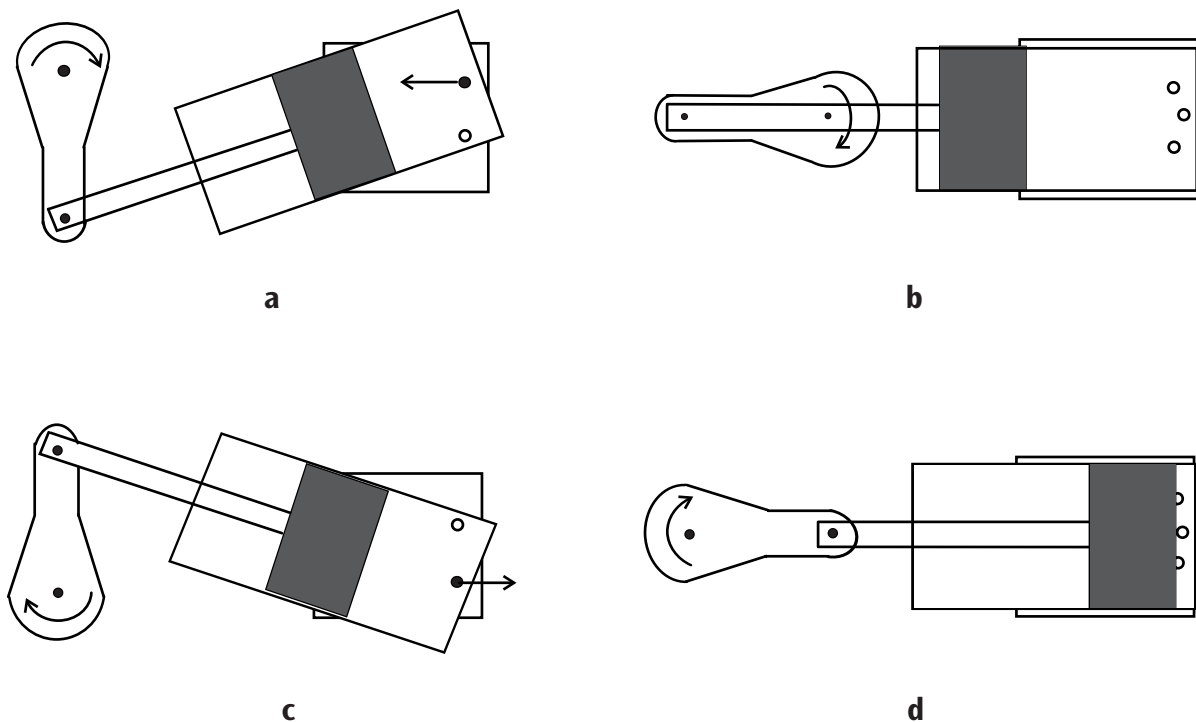

Fig.1: Ciclo de trabajo de la máquina de vapor oscilante
bolo (fig. 1 a). Cuando el ém-bolo ha llegado a la posición inferior final, los canales de vapor están cerrados. Con ayuda de la rueda volante, se supera este punto muerto (fig. 1 b). En la fase siguiente, el ém-bolo se mueve hacia atrás, abre el agujero de salida de vapor y expulsa el vapor mediante presión (fig. 1 c). El vapor se disipa por el tubo de vapor de escape ② y el tubo metálico de salida de vapor ⑬. El condensado, que se ha generado, circula a través del tubo de condensado ① al vaso de condensado ⑩. El ém-bolo alcanza el punto muerto superior, en el que nuevamente están cerrados ambos canales de vapor. Una vez superado el punto muerto superior mediante la rueda volante, se vuelve a admitir la entrada de vapor, y el proceso comienza de nuevo (fig. 1 d).